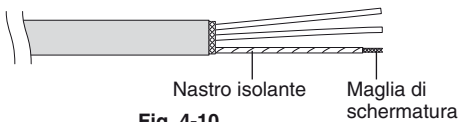

Fig. 4-10
- (2) Rimuovere con cautela la maglia di schermatura e attorcigliare saldamente i fili dei conduttori schermati. Isolare i conduttori schermati con un tubo isolante o del nastro adesivo (Fig. 4-10).